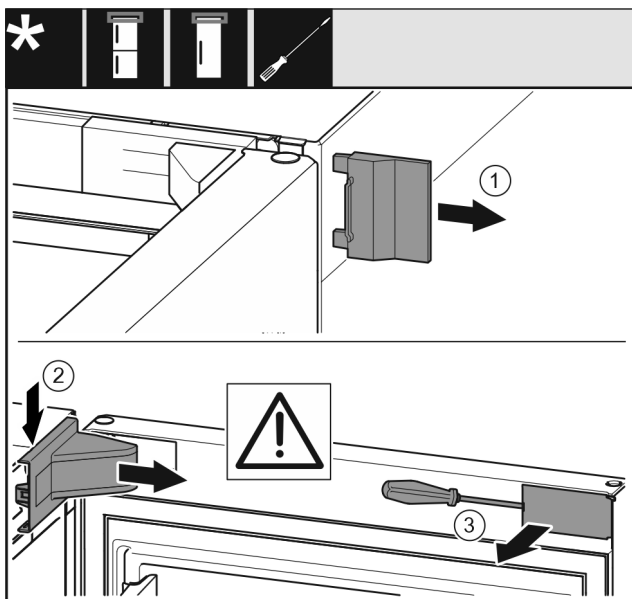

Fig. 9
- ▶ Αφαιρέστε το εξωτερικό κάλυμμα. Fig. 9 (1)
- ▶ Ξεκουμπώστε και λύστε το κάλυμμα του στηρίγματος. Αφαιρέστε το κάλυμμα του στηρίγματος. Fig. 9 (2)
- ▶ Ξεκουμπώστε το διακοσμητικό κάλυμμα με ίσιο κατσαβίδι και παραμερίστε το προς το πλάι. Fig. 9 (3)